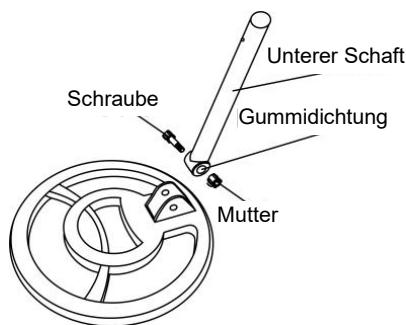

Abb. 2
2. Setzen Sie den unteren Schaft auf die Suchspule und verriegeln Sie ihn fest (siehe Abb. 2). Achten Sie darauf, dass die Gummidichtung richtig platziert ist.